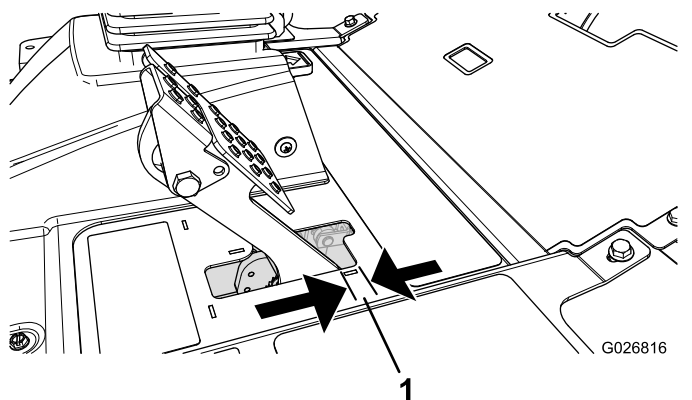

Figure 88
Réglez les freins si la garde à la pédale de frein est supérieure à 2,5 cm (1 po) (Figure 88) ou si la force de maintien offerte est insuffisante. La garde est la distance parcourue par la pédale de frein avant que le freinage soit ressenti.
2. Serrez l'écrou arrière afin de pouvoir déplacer le câble en arrière jusqu'à obtention d'une garde de 0,63 à 1,27 cm ($\frac{1}{4}$ à $\frac{1}{2}$ po) (Figure 88), avant le blocage de la roue.